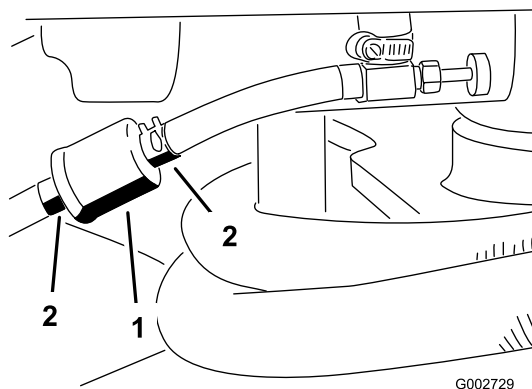

Figura 29
1. Chiudete la valvola di intercettazione del carburante, allentate la fascetta stringitubo dal lato carburatore e togliete il tubo di alimentazione dal filtro (Figura 29).